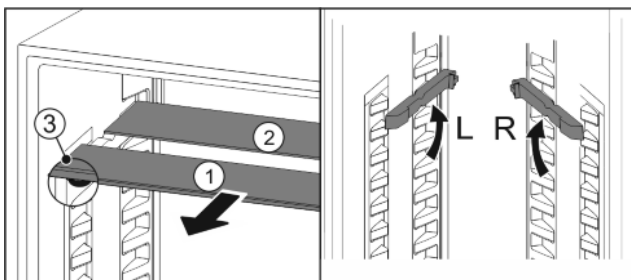

Fig. 19
- ▶ Vytiahnite sklené dosky jednotlivo dopredu Fig. 19 (1).
- ▷ Sklená doska Fig. 19 (1) so zarážkami proti vytiahnutiu leží vpredu.
- ▷ Zarážky ukazujú nadol Fig. 19 (3).